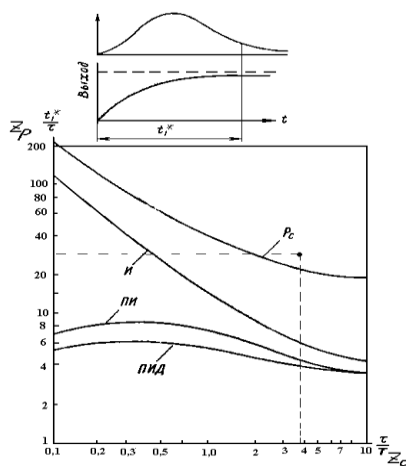
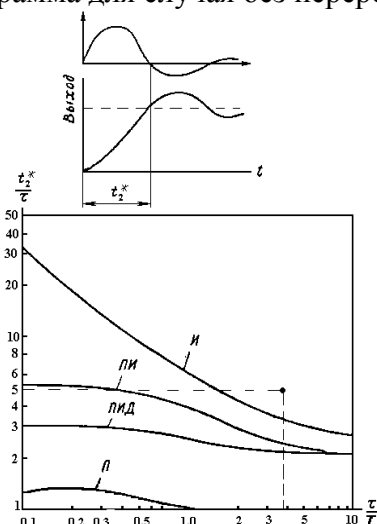

Рис. 1. Номограмма для случая без перерегулирования
Рис. 2. Номограмма для случая с 20 и 45 % перерегулированием
1) выбрать один из типовых переходных процессов для объекта в соответствии с технологическими требованиями: апериодический – процесс без перерегулирования (рис. 1), с 20 %-м перерегулированием (рис. 2) или с минимальной квадратичной площадью отклонения;